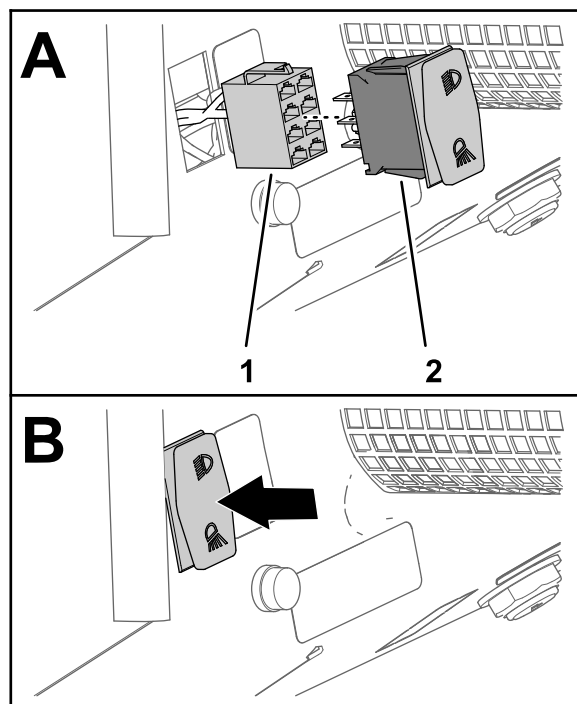

Bild 31
5. Stecken Sie den Kippschalter vom Kit in den 8-Buchsen-Stecker für den Scheinwerferschalter (Bild 31).
6. Setzen Sie den Kippschalter in die Öffnung im Armaturenbrett ein, bis der Schalter im Armaturenbrett einrastet (Bild 31).